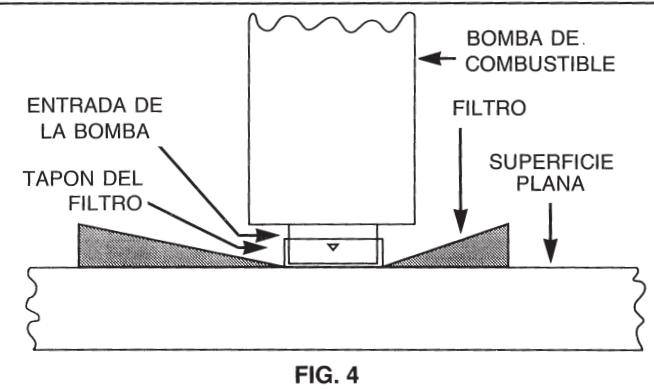

FIG. 4
D) Instalar el filtro nuevo en la bomba con la misma orientación que el original. Colocar el filtro sobre una superficie limpia y plana, luego presionar la bomba firmemente hacia abajo y dentro del filtro, hasta que suene indicando que está en su lugar y completamente sentado sobre la bomba (ver fig. 4).
D) Posez le filtre neuf sur la pompe en l'orientant de la même manière que le filtre d'origine. Posez le filtre sur une surface plane et propre et enfoncez la pompe droit dedans jusqu'à qu'il se mette en place et soit solidement enfoncé sur la pompe (figure 4).